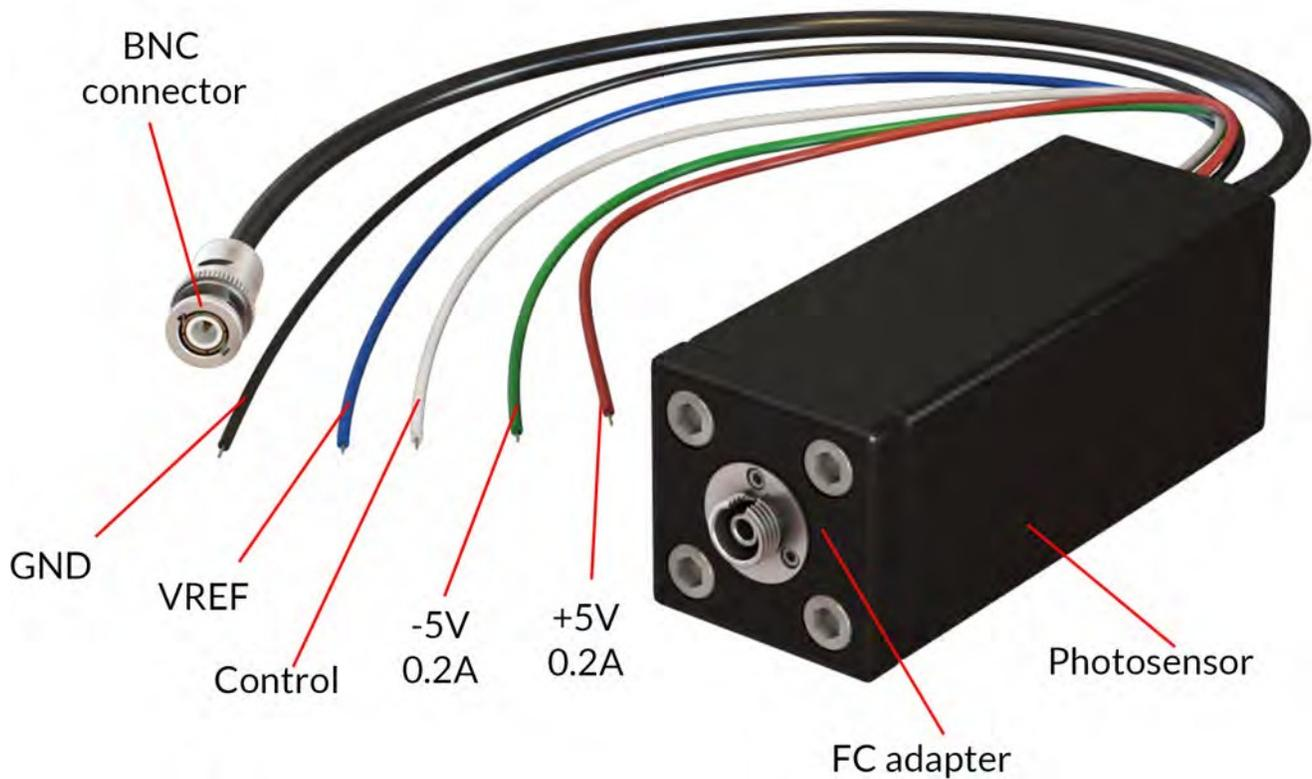

Figure 1.13 : Module photosenseur Hamamatsu H10722-20 + adaptateur FC Doric
- Le **module photocapteur Hamamatsu H10722-20** est relié au port d'émission du *mini-cube de fluorescence* par une fibre optique ou directement installé sur le port d'émission du FMC par une connexion FC. Le câble BNC du module photosenseur peut être branché sur un puissance-mètre pour mesurer le signal de détection. **Le tube photomultiplicateur (PMT) est très sensible et peut être facilement endommagé s'il est exposé à une puissance optique élevée.** Le module photosenseur Hamamatsu H10722-20 nécessite une **alimentation Hamamatsu modèle C10709**. A l'arrière du module photosensible, 5 fils de couleurs différentes sont utilisés pour fournir la tension de fonctionnement et le gain de contrôle. Chaque fil de couleur doit être connecté au connecteur de même couleur de l'alimentation (Fig. 1.13).